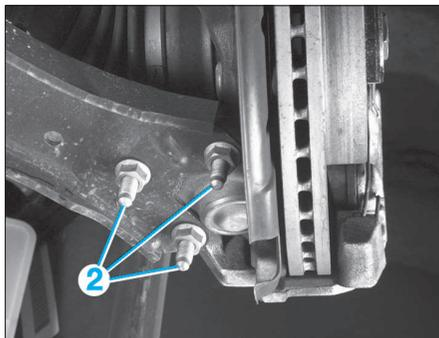

FIG. 7
- Déposer les écrous (2) de la rotule inférieure (Fig.7).